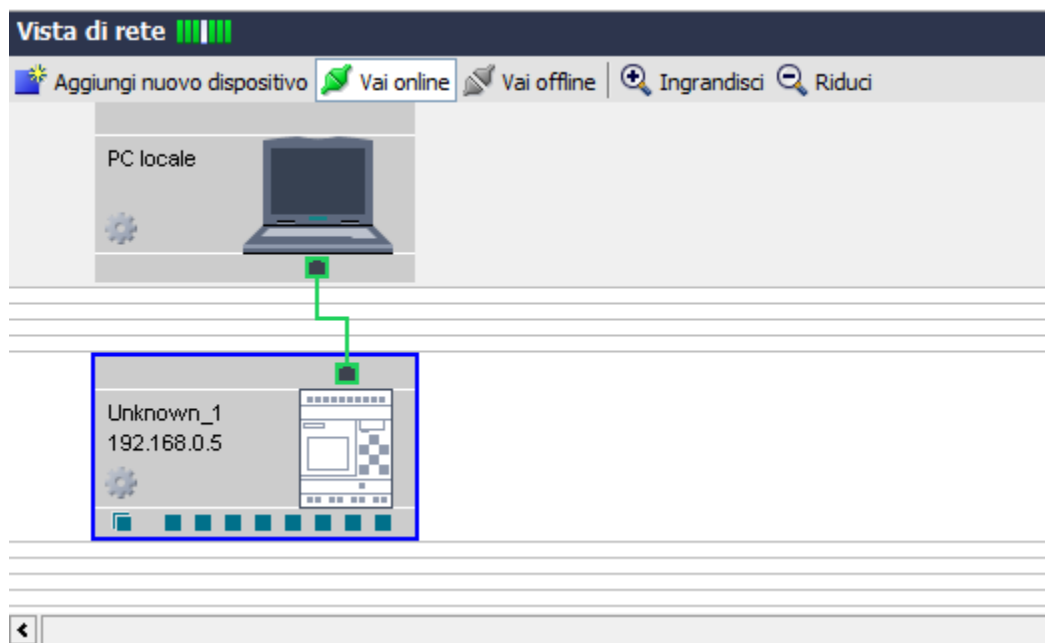

Figura 40
- *Vai online*: (Figura 40) con questo tasto è possibile far rilevare in automatico a Logo! Soft Comfort V8 la configurazione della rete (sia per quanto riguarda l'hardware che il software).